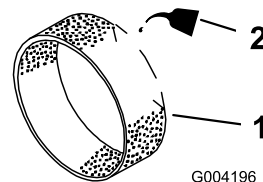

Figure 20
3. Imbibez le préfiltre de 30 à 60 ml (1 à 2 oz) d'huile (Figure 20).